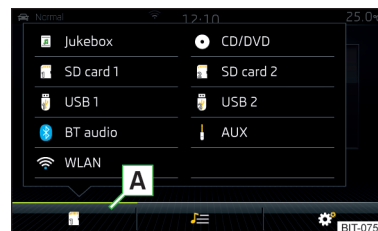

Fig. 167
- În meniul principal **Media** atingeți suprafața de comandă funcției **A** » fig. 167 și selectați sursa audio dorită.